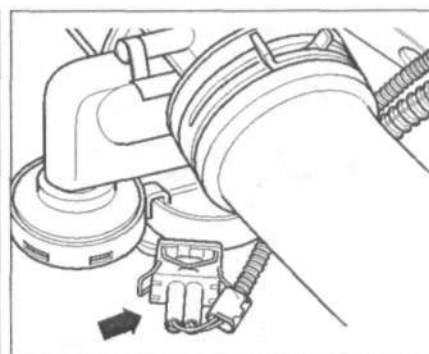

Рис. 7.65. Отсоедините разъем проводки (стрелка) от клапана переключения впускного коллектора.
1. Отсоедините разъем проводки (стрелка) от клапана переключения впускного коллектора (рис. 7.65).